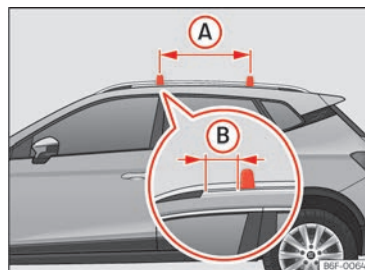

Abb. 147 Befestigungspunkte der Querstangen für den Dachgepäckträger.
Die Querstangen werden an der seitlichen Dachreling angebracht. Der Abstand zwischen den Querstangen »» (Abb. 147) (A) muss 75 cm betragen und der Abstand der Querstangen mit den Halterungen der Seitenstangen des Dachs (B) muss 5 cm betragen.